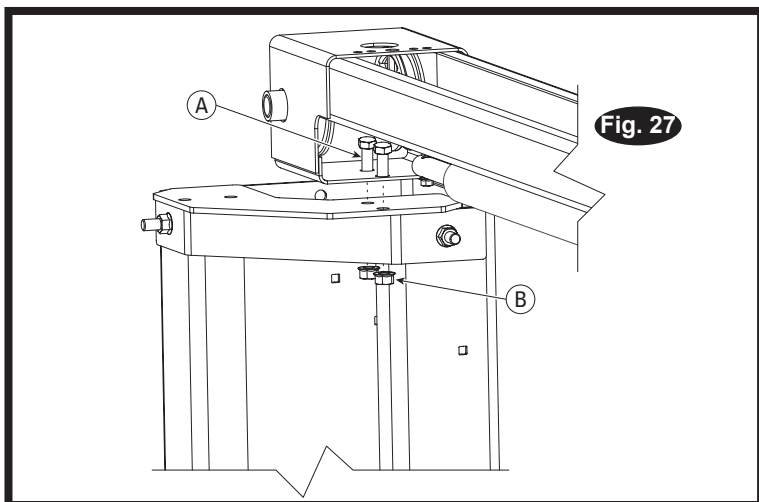

Fig. 27 Détails
4. A l'aide d'une échelle pour chaque colonne, deux personnes positionnent le montage en hauteur sur les supports de montage de colonne et le fixent avec (2) grandes vis à tête hexagonale M10\*20 et (2) M10 contre-écrous sur chaque colonne, Fig. 27. Serrez les boulons au centre du montage en hauteur.